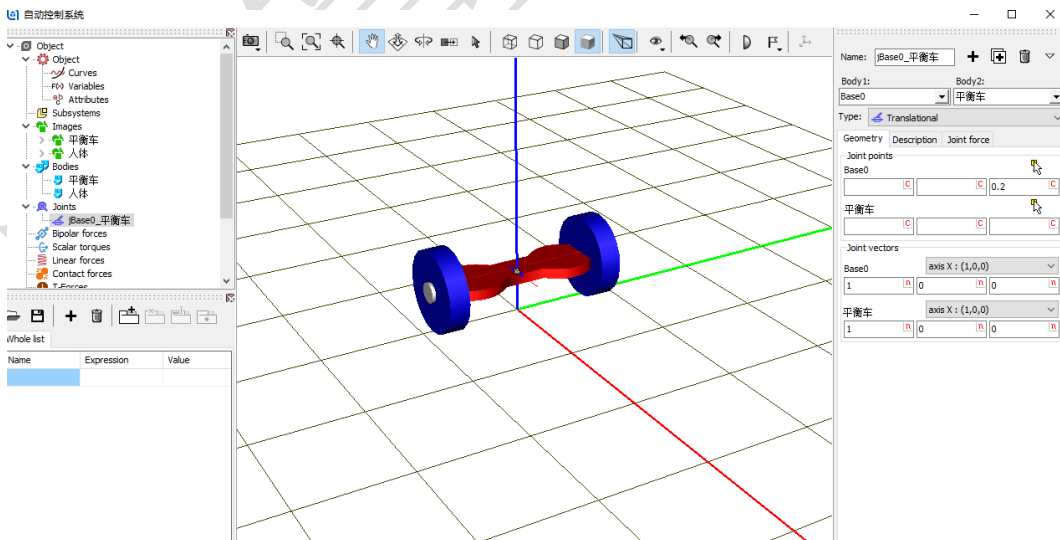

图 2-134
- 5) 创建第一个铰，**Body1** 选择 **Base0**，**Body2** 选择平衡车，**Type** 为 **Translational**，**Body1** 的铰点为 $(0, 0, 0.2)$ ，**Body2** 的铰点为原点，平动自由度方向为 **X** 轴，如图 2-134。